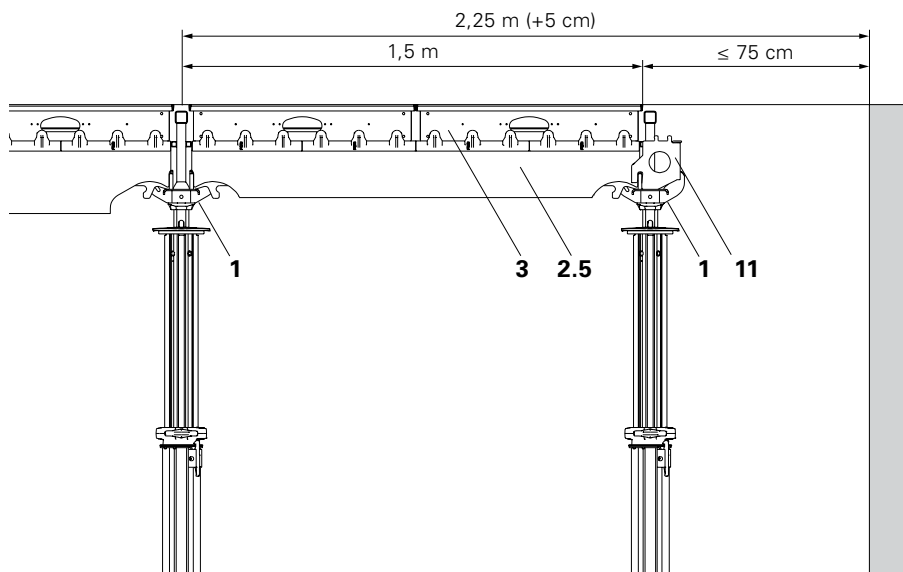

Fig. A5.21
1. Continuar a cofrar com prumo, viga de compensação SLT 150 (2.5) e painel SDP (3) como num módulo standard. (Fig. A5.21)